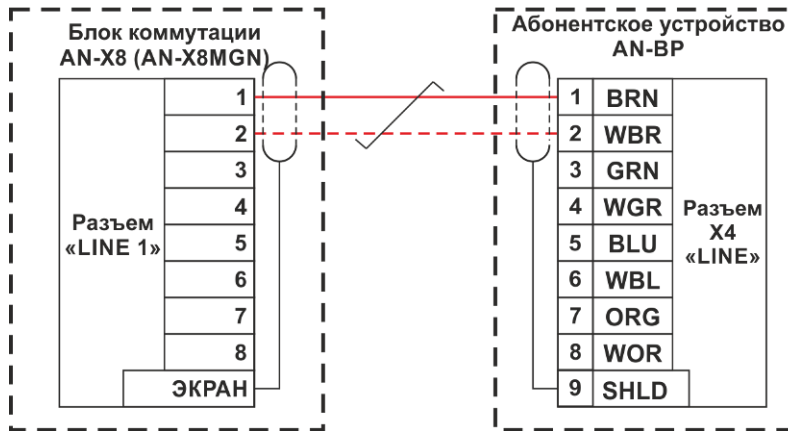
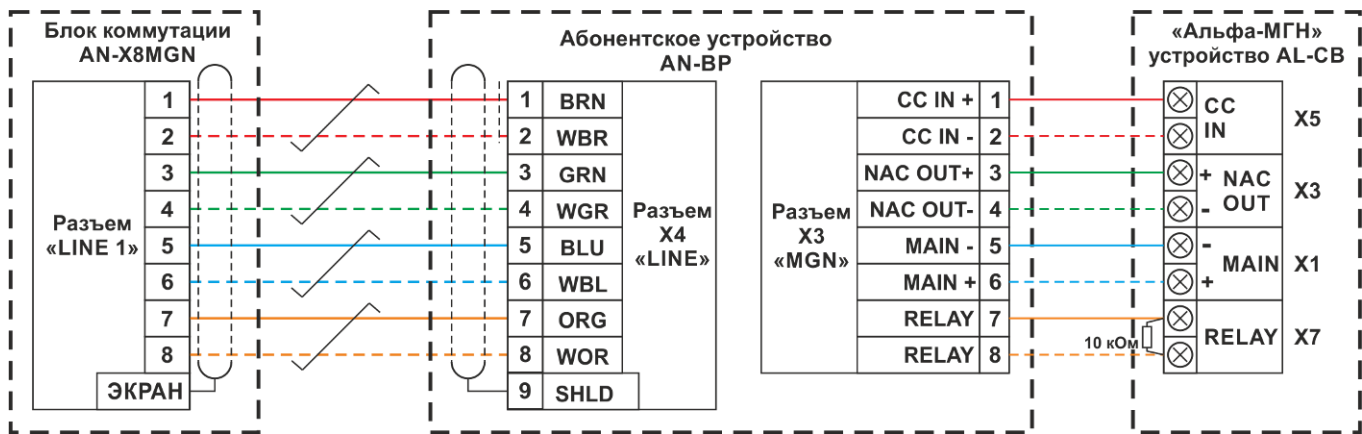

Рис. 4.1
Рис. 4.2
7.1.1. Схема подключения АУ к блоку коммутации AN-X8 (AN-X8MGN) без подключения к системе «Альфа-МГН» показана на Рис. 4.1
7.1.2. Схема подключения АУ к блоку коммутации AN-X8MGN и системе «Альфа-МГН» показана на Рис. 4.2
7.2 Назначение разъемов и элементов регулировки показанных на Рис.3, Рис. 4.1 и Рис.4.2:
- 11) Если к АУ подключено устройство AL-CB (система «Альфа МГН») (см. Рис. 4.2), то убедитесь, что в блоке расширения абонентских линий AN-X8MGN включен опрос устройств системы «Альфа-МГН» (см. ТД на AN-X8MGN).
- 11) Если к АУ подключено устройство AL-CB (система «Альфа-МГН») (см. Рис. 4.2), то убедитесь, что в блоке расширения абонентских линий AN-X8MGN включен опрос устройств системы «Альфа-МГН» (см. ТД на AN-X8MGN).